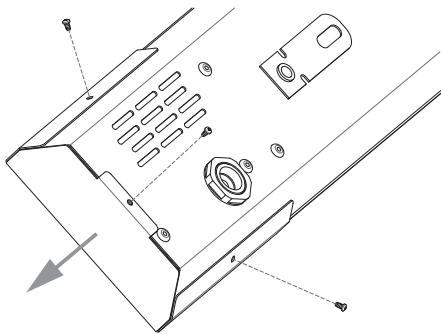

Рисунок 6. Снятие боковой крышки обогревателя для доступа к распределительной коробке.
- 7.4.1. Открутить саморезы и снять боковую крышку обогревателя для доступа к распределительной коробке (см. рис. 6). Снять крышку распределительной коробки.